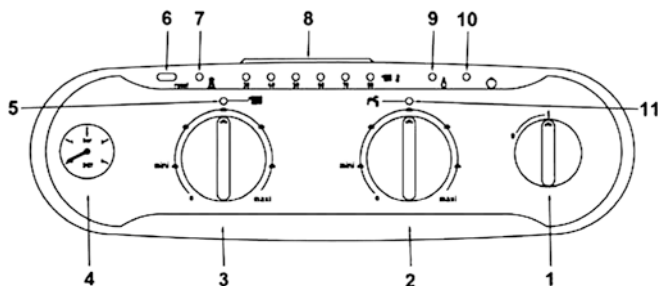
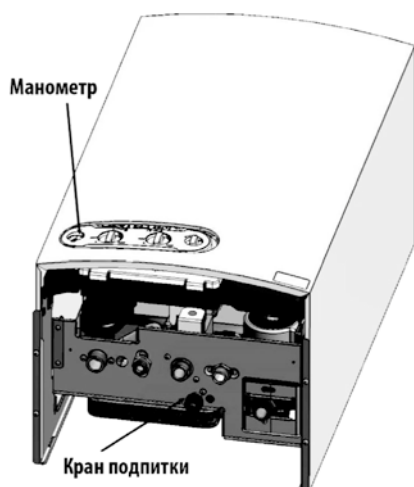

Рис. 1. Панель управления.
Рис. 7. Кран для заполнения водой системы отопления.
Для активации режима необходимо повернуть ручку регулировки температуры ОВ на положительную величину. После этого лампочка индикации режима отопления должна загореться. Во время нагрева системы отопления на панели блока управления должна отображаться фактическая температура (поз. 8 – рис. 1). Регулировка осуществляется в пределах от 35-85°C
Для отображения неисправностей в работе котла панель управления снабжена световыми диодами (поз. 8 - Рис. 1). Каждой неисправности соответствует своя последовательность горящих/моргающих диодов. Расшифровка последовательностей приведена в разделе 6.1.
Для включения котла поверните переключатель ВКЛ / ВЫКЛ (поз. 1 - рис. 1) в положение (I)
Для выключения котла поверните переключатель ON/OFF (поз. 1 - рис. 1) в положение (0).
С помощью ручки регулировки температуры в системе отопления (поз. 2 – рис. 1) установите необходимую температуру теплоносителя от 35 до 85 °С.
С помощью ручки регулировки температуры горячей воды (поз. 3 – рис. 1) установите необходимую температуру горячей воды от 30 до 60 °С.
Давление в системе отопления, измеряемое манометром котла (поз. 4 – рис. 1), должно составлять 1,3-1,5 бар. Если во время работы котла давление в системе упадет до величины ниже минимально допустимой, котел будет остановлен и индикация неисправности (поз. 8 рис.1) высветит ошибку 13 (см. табл. 5). С помощью крана подпитки воды (рис. 7) доведите давление до первоначального значения 1,3-1,5 бар. По окончании операции всегда закрывайте кран подпитки системы отопления.